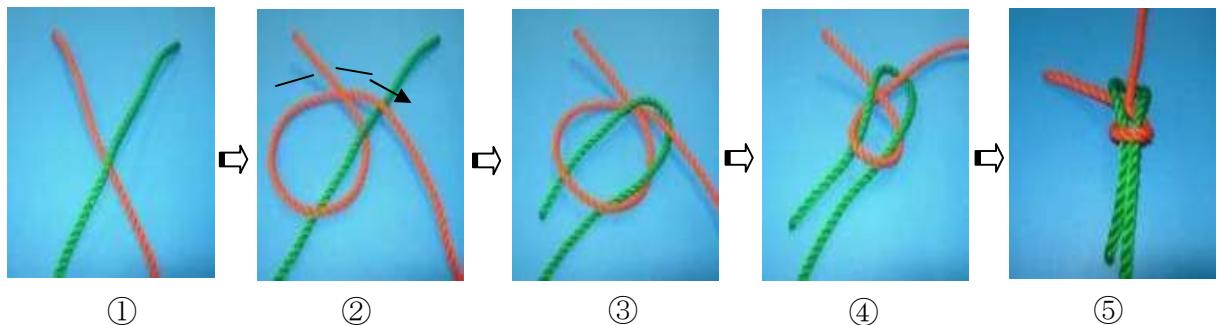

図4 一般的な結び方
最も簡単で一般的な結び方を図4に示す。出来上がりは蛙又結節、ロープの
シートバンドと同じである。滑りやすい糸の場合には、図4の②で輪を2回作る二重